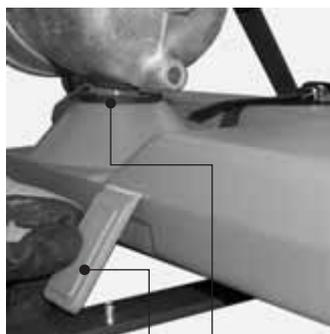

Fig. 5-4 Dispositivo di trattamento della condensa (collegamento inserito)
2. Sollevare la linguetta stabilizzante (fig. 5-4, pos. 1) e staccare il manicotto di raccordo (fig. 5-4, pos. 2) dallo scarico della condensa.
3. Fissare saldamente manicotto di raccordo (vedere fig. 5-4, pos. 2) al bocchettone di scarico della condensa.